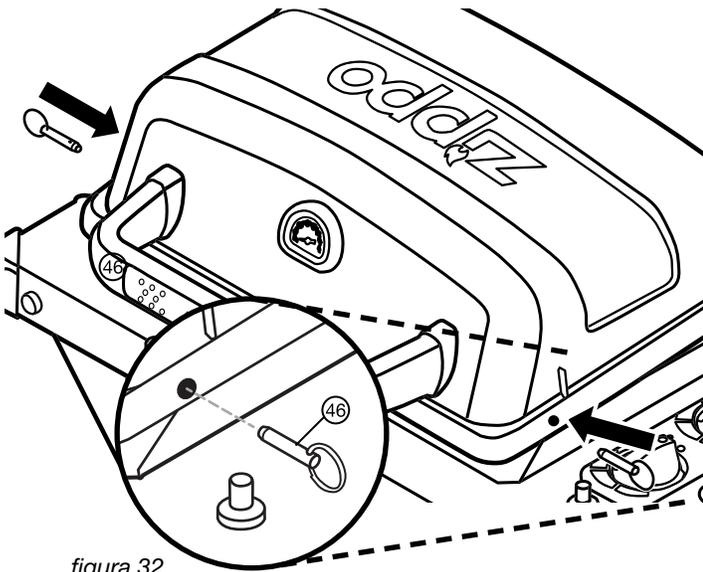

figura 32
Instalar ④⑥ Pasadores a través de agujeros, como se muestra en la figura 32.